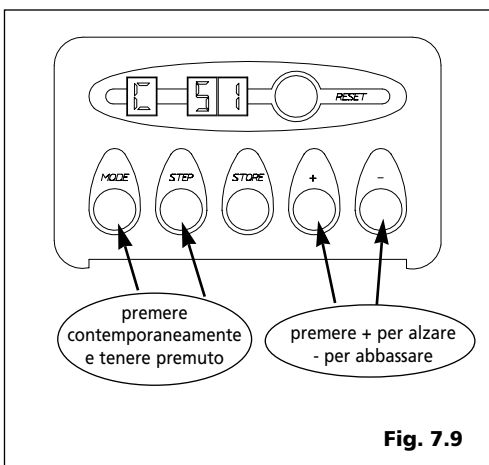

Fig. 7.9
Per modificare i parametri del pannello di controllo inserire il codice assistenza, premendo contemporaneamente i tasti MODE e STEP, apparirà sul display di sinistra la lettera C e sul display di destra un numero a due cifre, con i tasti + o - visualizzare il codice CAT (09) (fig. 7.9).